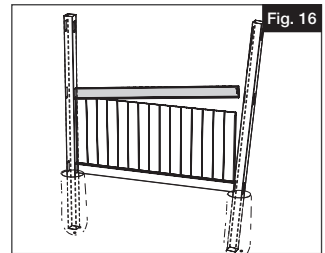

Fig. 16
- Inserte el travesaño intermedio en los orificios ranurados del poste intermedio del primer poste únicamente (Fig. 16).